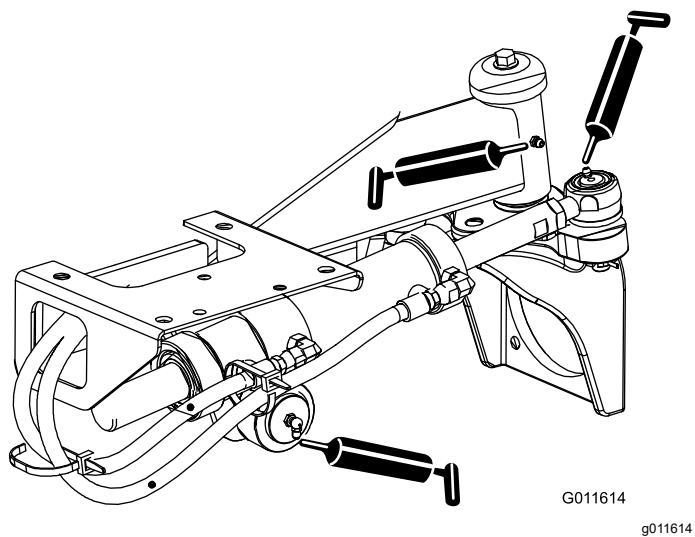

Figure 70
- Rotules de vérin de direction (2) et essieu arrière (1) – Figure 70